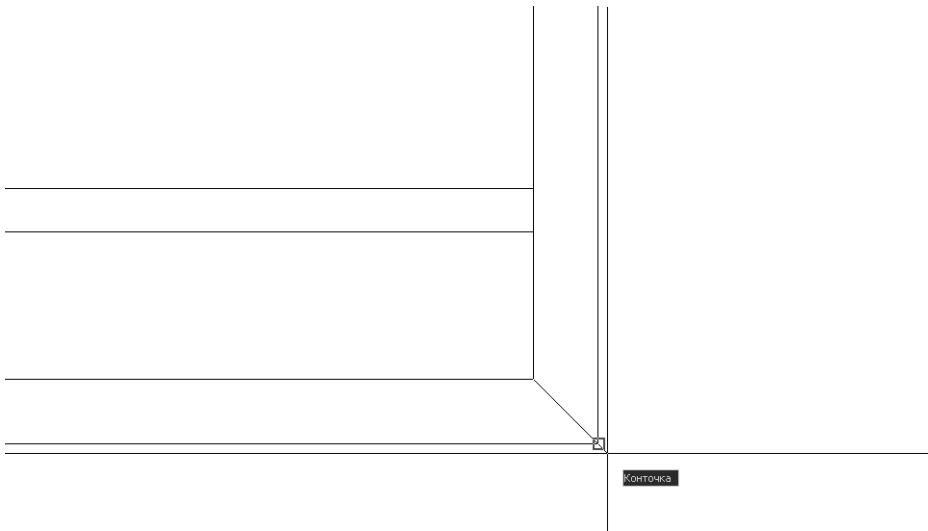

Рис. 5.47 ▼ Создание линии, обозначающей ребро на скошенных боковых гранях сканера
- После изменения масштаба запустите инструмент **С линиями** (Line) и, используя режим привязки **Конточка** (Endpoint) для привязки к угловым точкам внешнего и внутреннего контуров сканера, создайте наклонную линию, как показано на рис. 5.47.